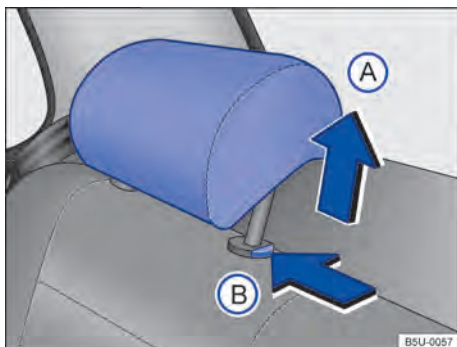

Fig. 60 Apoio para cabeça traseiros: desinstalar.
- Pressionar o botão → Fig. 60 (B) no sentido da seta. Retirar o apoio para cabeça com o botão pressionado.
- Empurrar o apoio para cabeça para baixo com o botão → Fig. 60 (B) pressionado.